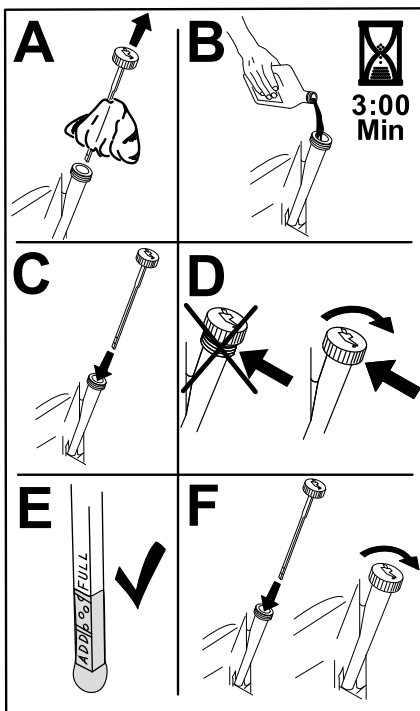

Figura 49
6. Versate lentamente circa l'80% dell'olio indicato nel tubo di rifornimento e sempre con cautela rabboccate l'olio necessario per portarlo alla tacca di **Full (pieno)** (Figura 49).